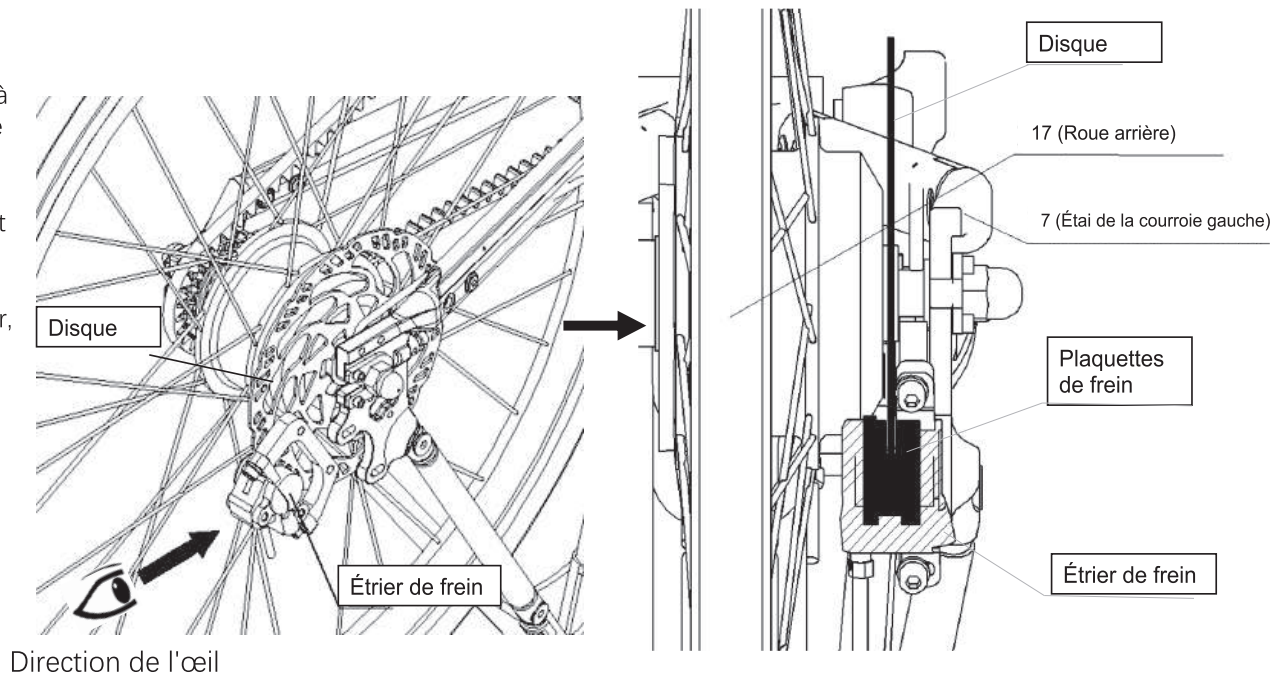

Figure 39.
c. Positionnez le vélo de manière à le voir de l'arrière et placez l'étrier de manière à ce que le disque soit placé entre les deux plaquettes de frein de l'étrier, comme indiqué sur la Figure 39.